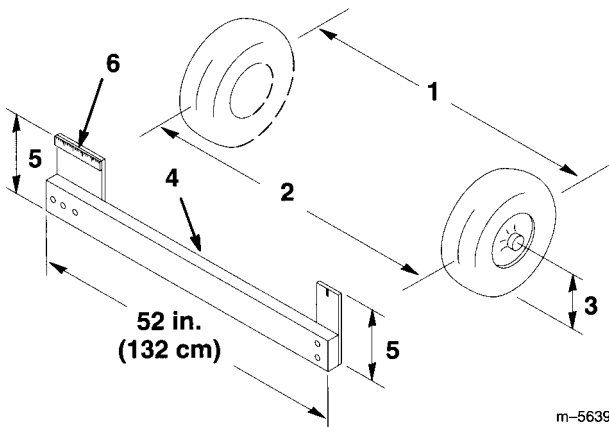

図 36
2. 前輪の前と後ろの車軸の高さの位置で、左右のタイヤの中央線間距離を測る（図36）。タイヤの後ろで測定を行うには整列ゲージや専用ゲージが必要となる。同じゲージを使ってタイヤの前後位置での測定を正確に行う（図36）。
3. 前後の測定値が適正値から外れている時には（適正値はこの項の一番最初に示されている）、タイロッド両側のジャムナットをゆるめる（図36）。